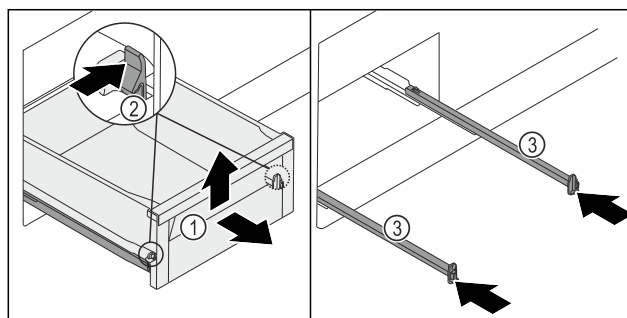

Fig. 125
- Витягніть висувний ящик Fig. 125 (1) до упору.
- Одночасно втисніть лівий і правий затискачі Fig. 125 (2) всередину.
- Висувний ящик Fig. 125 (1) від'єднається від рейок.
- Підніміть висувний ящик Fig. 125 (1) спереду.
- Вийміть висувний ящик Fig. 125 (1) рухом уперед.
- Всуňte рейки Fig. 125 (3).